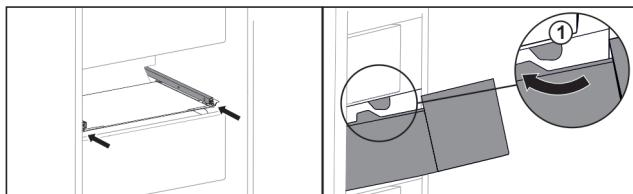

Fig. 53
- Predal speljte okrog zaustavljalnikov Fig. 53 (1).